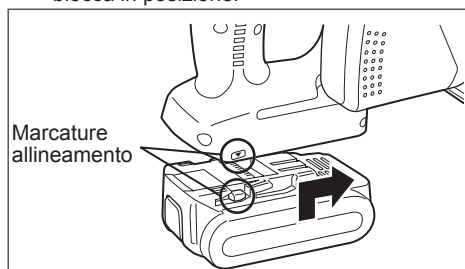

Fig. 2
1. Per collegare il pacco batteria (Vedere la fig. 2)